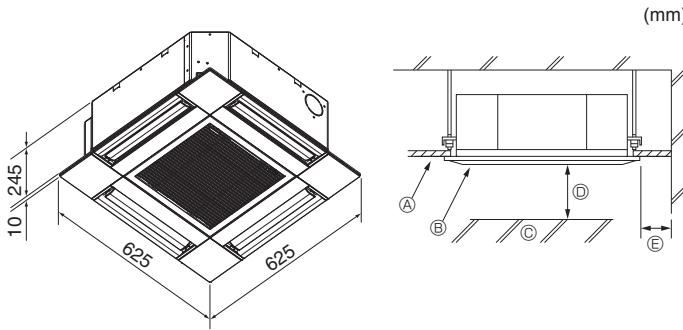

Fig. 3-1
3.1. Innendørsenhet (fig. 3-1)